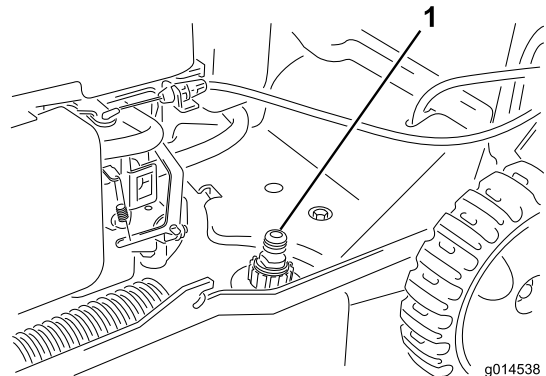

Bild 21
3. Befestigen Sie einen Gartenschlauch, der an einen Wasserhahn angeschlossen ist, am Wasseranschluss (Bild 21).